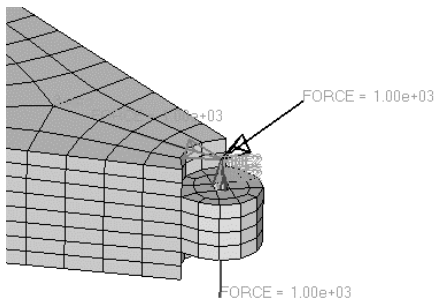

图 8-24 节点 2699 处三个方向的载荷
- (10) 单击 nodes，选择 by id。
- (11) 输入节点号 2699，按〈Enter〉键。
- (12) 单击 **magnitude=**, 输入 1000.0, 按〈Enter〉键。
- (13) 单击 **magnitude =**下面的方向定义开关, 并在弹出菜单中选择 **y-axis**。
- (14) 单击 **create** 按钮, 在节点 2699 的 **y** 轴方向施加 1000 单位的集中力。
- (15) 在左边窗口单击 **LoadCollectors**, 右键单击 **Pothole** 并单击 **Make Current**, 即可将 **Pothole** 设置为当前的工况。
- (16) 单击 **nodes**, 选择 **by id**。
- (17) 输入节点号 2699, 按〈Enter〉键。
- (18) 单击 **magnitude=**, 输入 1000.0, 按〈Enter〉键。
- (19) 单击 **magnitude =**下面的方向定义开关, 并在弹出菜单中选择 **z-axis**。
- (20) 单击 **create** 按钮, 在节点 2699 的 **z** 轴方向施加 1000 单位的集中力, 如图 8-24 所示。
- (21) 单击 **return** 按钮回到 **Analysis** 页面。